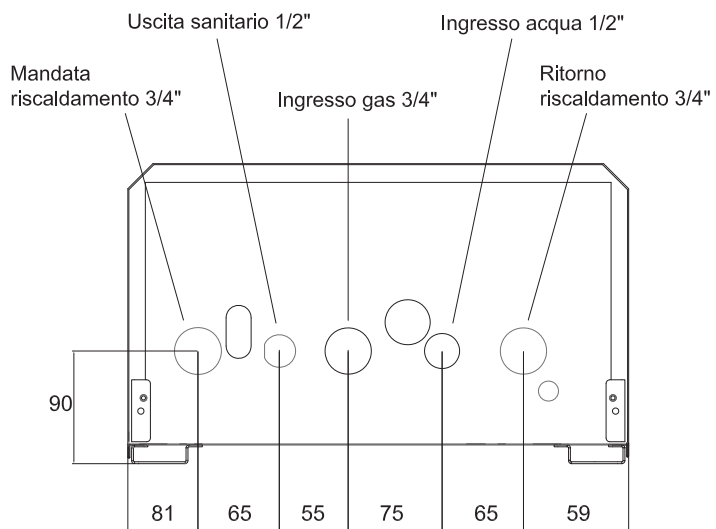

Fig. 25
- caricare l' impianto di riscaldamento, tramite il rubinetto di riempimento (fig. 25) ad una pressione di 1.5 bar;